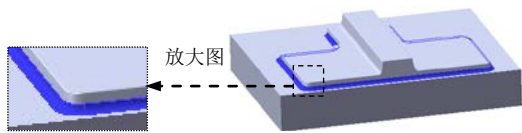

图 16.6.16 圆角 4
Step10. 创建图 16.6.16 所示的圆角 4。由于圆角 4 的创作过程与圆角 1 相似, 这里不再叙述, 具体操作请参照随书光盘。